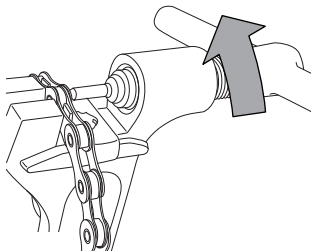

Fig.3
- vissez l'outil jusqu'à ce que le rivet sorte complètement du perçage du maillon (Fig. 3).